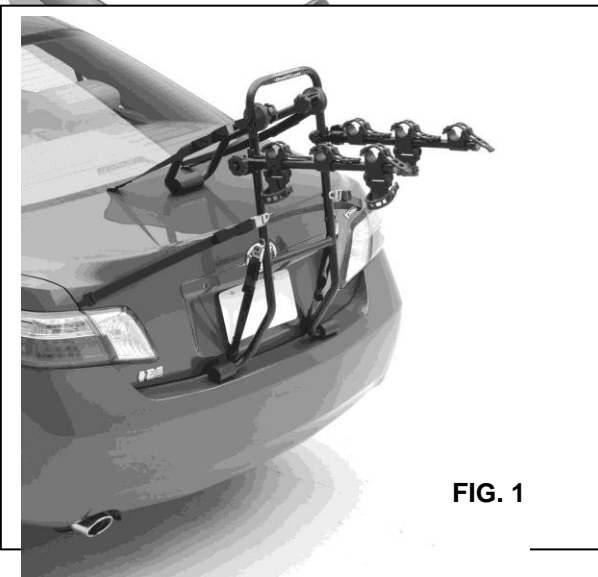

FIG. 1
2. Place the main frame on the vehicle's bumper so that the main frame is perpendicular to the ground. Rotate and position the rear brace of the rack so it rests on the trunk / door (Fig. 1.). The main frame should be in a somewhat vertical position. Tighten the knobs on the rear brace to locate the rear brace. Knobs should be snug and tight, but do not over-tighten. (fig.2)
2. Poner el marco principal en el parachoques del vehiculo, el marco principal es perpendicular al suelo. rotar hacia atrás el marco trasero del porta bici que descansa sobre la tapa del vehiculo o puerta trasera (fig.1) el marco principal debe estar en posición algo vertical. apretar las perillas del marco trasero, pero no demaciado.
1. Déserrer les mollettes de chaque côté du F6. (fig 1.)